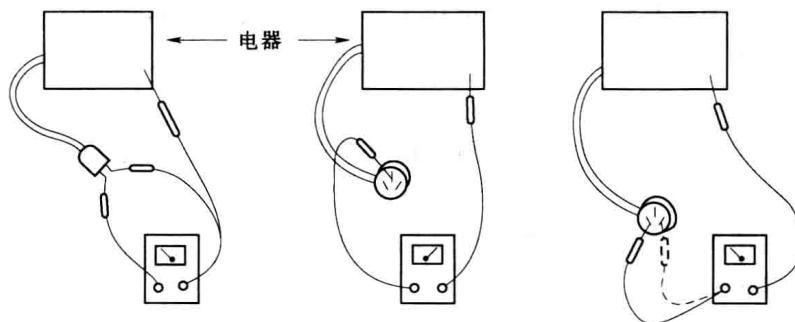

图 1-6 用万用表检查用电设备
(1) 查设备铭牌：按国家标准，设备都应在醒目处标有该设备要求的电源电压、频率、电源容量；小型设备的说明一般附在说明书中。
(2) 查环境电源：电压、容量是否满足设备要求。
(3) 查设备本身：电源线有无破损；插头等有无外露金属或内部松动；电源线插头两极有无短路，同时外壳有无通路等。一般用万用表进行如图 1-6 所示方法对用电设备进行简单的检测。